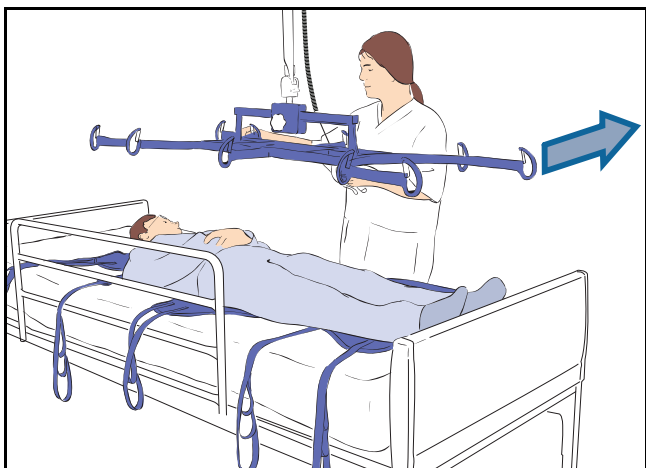

Fig. 17
12) Flytt rammen vekk fra pasienten (se Fig. 17).